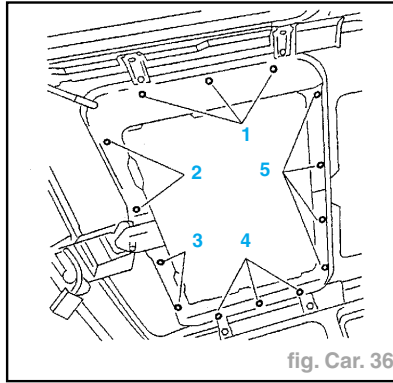

fig. Car. 36
- Déposer (fig. Car. 36) :
- les vis de fixation (1), (2), (3), (4) et (5),